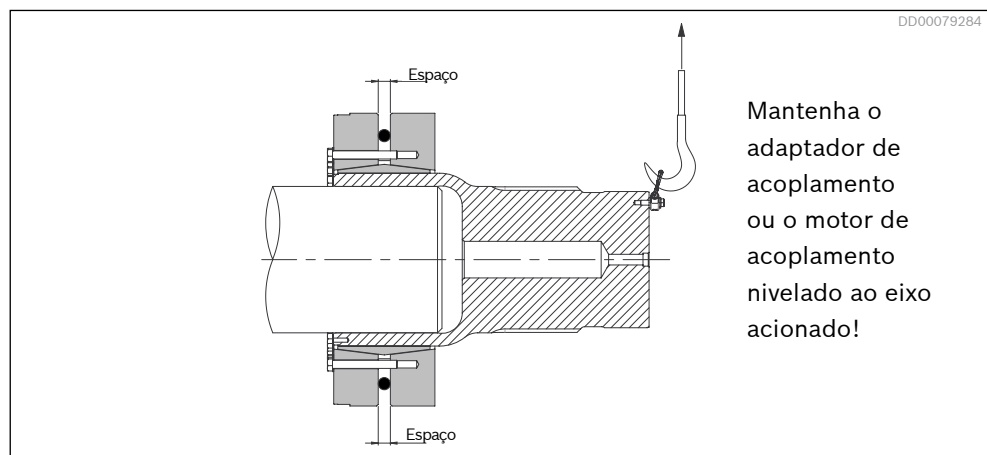

Fig. 44: Espaço entre os anéis de fixação
2. A fim de evitar o desalinhamento dos dois anéis de fixação durante o aperto dos parafusos, a folga entre os anéis deverá ser medida em vários pontos durante o processo, consulte a *Fig. 44*. A diferença entre as folgas medidas não deverá nunca variar mais do que 1 mm (0,04 pol.) durante qualquer estágio do processo de aperto.